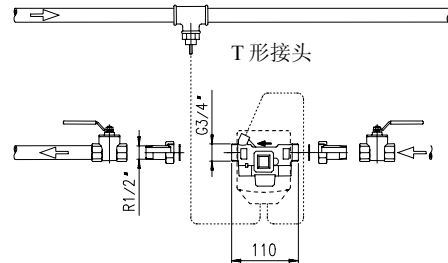

图2: 温度探头安装于 T 形接头
- 如图 2 所示，热表可水平或垂直安装，两端各装一截止阀，并且保证水流方向与热表测量管的指示方向一致。温度探头必需是测量同一循环管线的供回水温度。